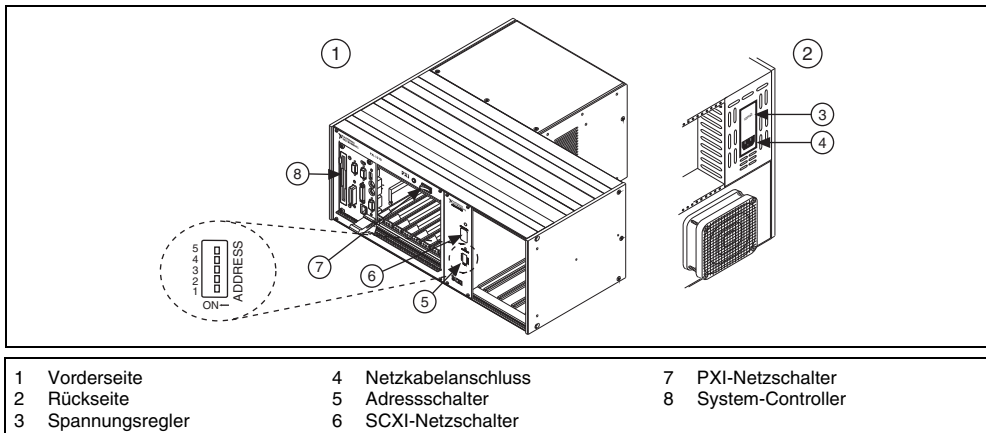

Abbildung 4. Aufbau eines PXI/SCXI-Kombinations-Chassis
2. Stellen Sie die Adressschalter des SCXI-Chassis auf die gewünschte Adresse ein. In Abbildung 4 befinden sich alle Schalter in OFF-Stellung.
Der Netzschalter von SCXI-Chassis ist in der Abbildung 3 dargestellt, und die Netzschalter von PXI/SCXI-Chassis in Abbildung 4.